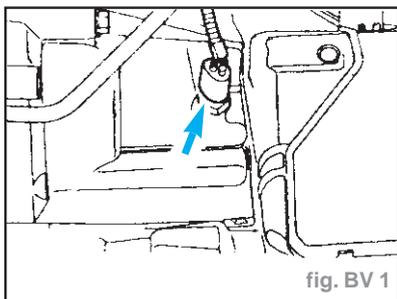

fig. BV 1
- Débrancher le connecteur du contacteur de feux de recul (fig. BV 1).